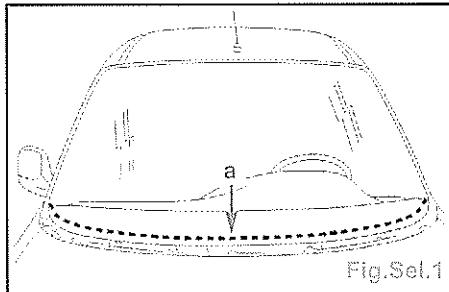

Fig.Sel.1
- Découper le cordon dans la partie inférieure du pare-brise (a) (Fig.Sel.1).